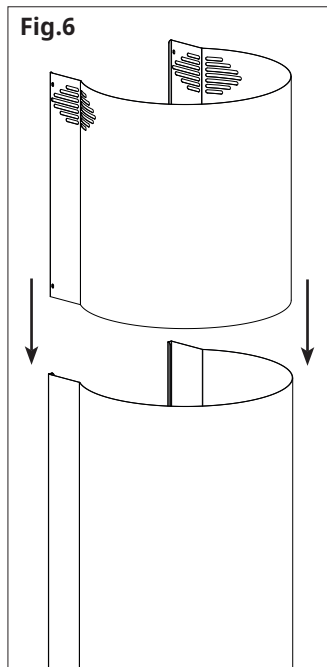

Fig.7
• Appendere la cappa alla parete utilizzando i fori **A** (Fig.7).